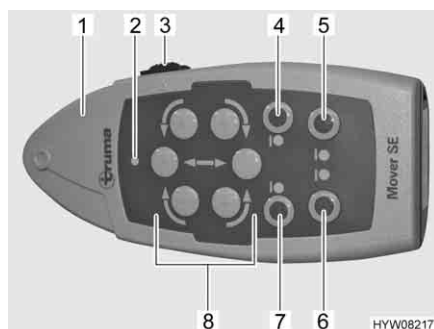

Fig. 10 Telecomando
- Spostare l'interruttore a scorrimento (Fig. 10,3) del telecomando (Fig. 10,1) su "ON" (I). Il LED verde (Fig. 10,2) si accende.
- Sui due lati, avvicinare i rulli di trasmissione ai pneumatici. A questo scopo, premere i tasti "Avvicinamento" (Fig. 10,4 e 7).
- Muovere il veicolo con i tasti direzionali (Fig. 10,8) nella posizione desiderata.
- Sui due lati, ruotare i rulli di trasmissione retraendoli dai pneumatici. A questo scopo, premere i tasti "Retrazione" (Fig. 10,5 e 6).
- Spostare l'interruttore a scorrimento (Fig. 10,3) del telecomando su "OFF" (0).